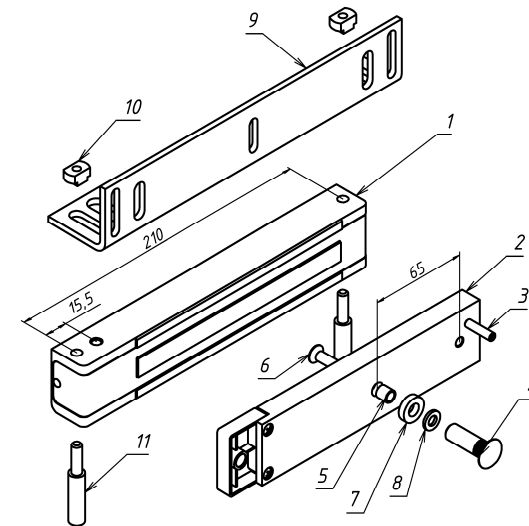

Рисунок 1
3.1 Комплект поставки (рисунок 1):
- корпус (1) - 1 шт.
- якорь (2) - 1 шт.
- комплект крепления якоря: штифт (3), втулка (4), втулка проходная (5), винт М6х35 (6), кольцо уплотнительное (7), шайба (8).
- L-уголок AL-300PR (9) - 1 шт.
- втулка (10) - 2шт.
- винт (11) - 2 шт.